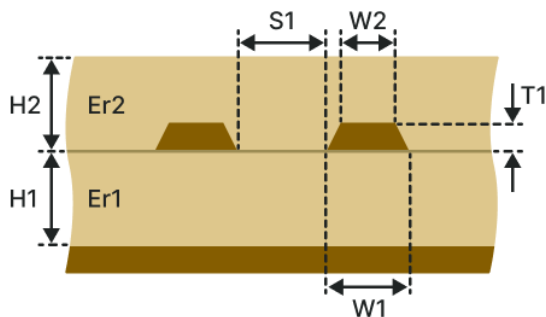

Рис. 145 Дифференциальная заглибленная ЛП (ДЗ-1Н1В)
- Дифференциальная заглубленная ЛП (ДЗ-1Н1В), см. Рис. 145.